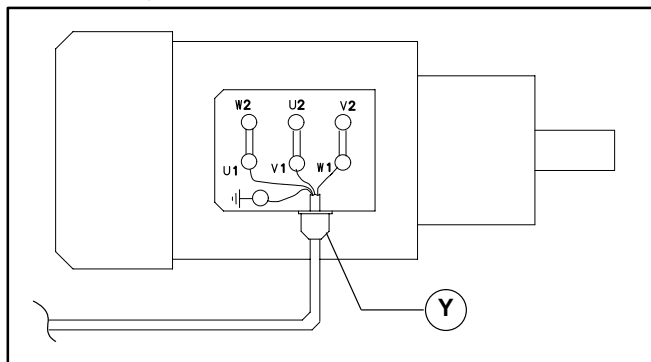

Abbildung 16
- b. Die Farben der Adern an Klemmen U1, V1, W1 und Erdungsklemme (Schutzleiter)  $\perp$  (Abbildung 16) aufschreiben. Die Klemmen U1, V1, W1 und die Erdungsklemme lösen und Adern entfernen.
- c. Die Kabelklemme (Y siehe Abbildung 16) lösen und Kabel herausziehen.